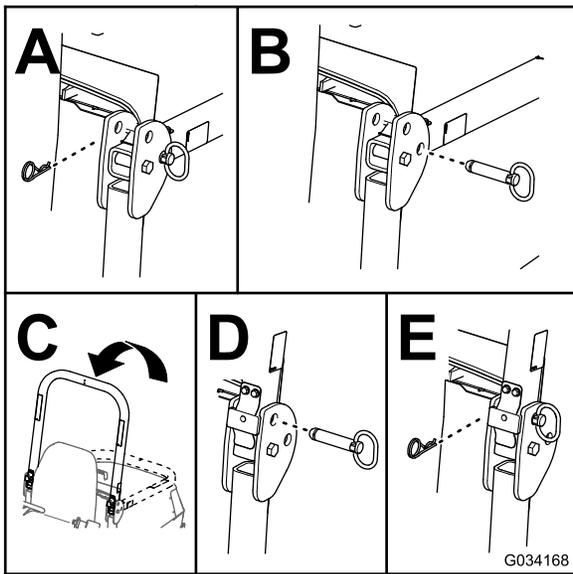

図 28
2. 機体の左右で保護バーからコッターピンとピンを抜き取る(図28)。
3. ホッパーを立てて、ピンとコッターピンで固定する(図28)。